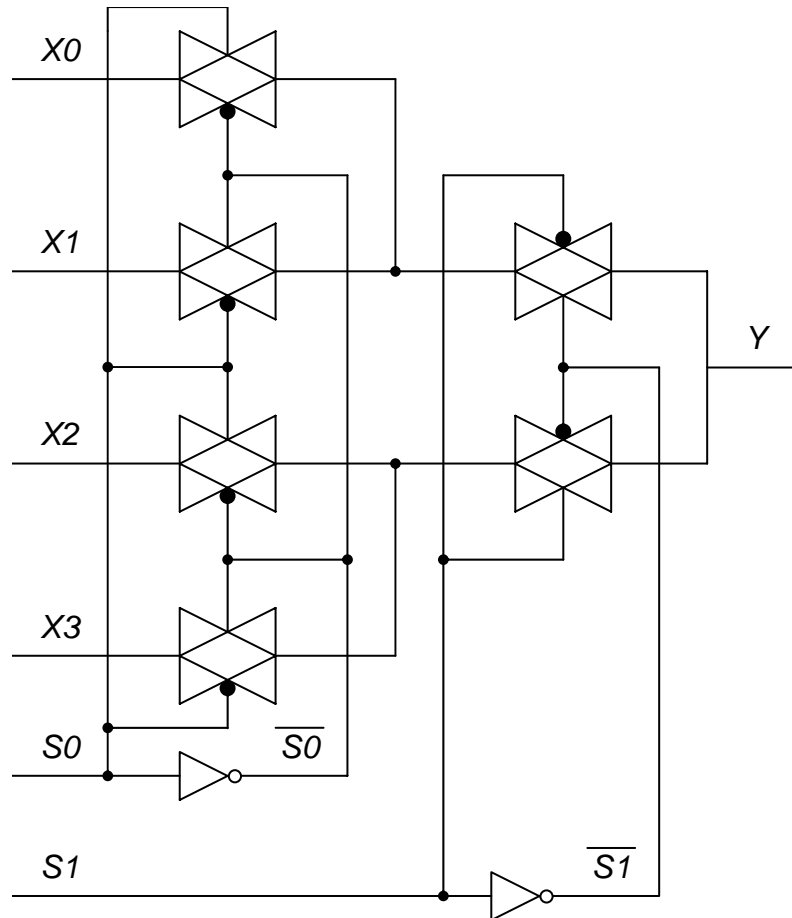

Abbildung 4.2: Schaltung mit Transferrgates
Im Folgenden werde die Schaltung aus Abbildung 4.2 betrachtet.
c) Vervollständigen Sie Tabelle 4.2 gemäß der Schaltung aus Abbildung 4.2!
d) Welche Funktion wird durch die Schaltung in Abbildung 4.2 realisiert?